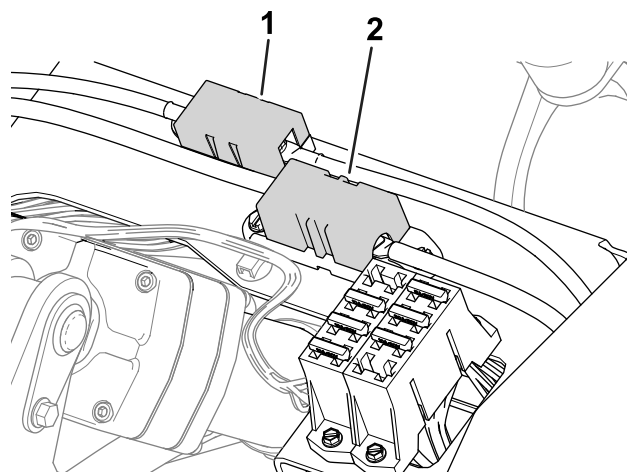

Figure 53
- Les fusibles de l'alternateur (100 A) et du moteur de roue droite (60 A) sont sous le siège (Figure 53).